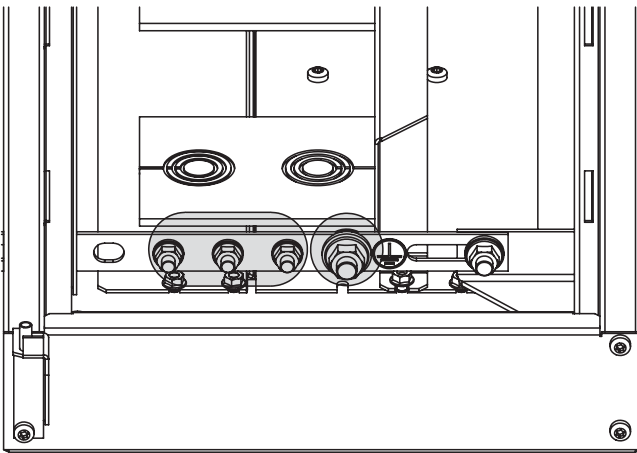

Figura 118. Posiciones de los cables de tierra
Cada unidad cuenta con barras de tierra que corren longitudinalmente en la parte delantera inferior de la unidad. Estas barras se deberán conectar como se indica en el cap. 5.3.1. El sistema de puesta a tierra de la estación se deberá conectar con la unidad terminal del cuadro. Si el cuadro está constituido por más de 8 unidades, se aconseja conectar el sistema de puesta a tierra de la estación con ambas unidades terminales. La figura 118 muestra el punto de conexión a tierra externo de la estación dentro de la unidad. Todos los equipos están conectados con la barra de tierra mediante la envolvente del cuadro. La interconexión entre las unidades tiene capacidad para soportar la corriente de corta duración asignada y la corriente de cresta para el circuito de puesta a tierra.
d) Los cables de puesta a tierra se podrán montar con bulones, como se ve en la figura 118. El bulón M12, identificado con el símbolo de tierra, está reservado para el sistema de puesta a tierra externo de la estación, los otros bulones M10 (3 unid.) para los revestimientos de los cables u otros sistemas de puesta a tierra.